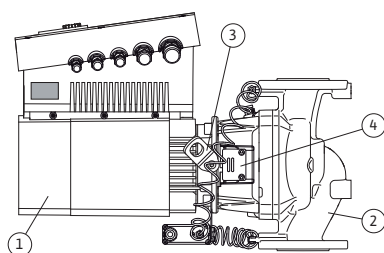

Fig. 10: Pompa completa
La caratteristica specifica della serie Ixens è rappresentata dal mantello di raffreddamento del motore. La corrente d'aria viene convogliata in modo ottimale attraverso la presa d'aria del ventilatore (fig. 10, pos. 1) per il raffreddamento del motore e del modulo elettronico.
(Fig. 10, pos. 2) mostra il corpo pompa con una guida apposita della lanterna per lo scarico della girante.
Gli occhioni di trasporto (fig. 10, pos. 3) devono essere utilizzati come indicato nel capitolo 3 “Trasporto e magazzinaggio” a pagina 133 e nel capitolo 10 “Manutenzione” a pagina 176.
La finestra coperta dalla lamiera di protezione (fig. 10, pos. 4) nella lanterna viene utilizzata per le operazioni di manutenzione come descritto nel capitolo 10 "Manutenzione" a pagina 176. La finestra può essere utilizzata anche per il controllo delle perdite seguendo le disposizioni di sicurezza del capitolo 9 "Messa in servizio" a pagina 172 e del capitolo 10 "Manutenzione" a pagina 176.